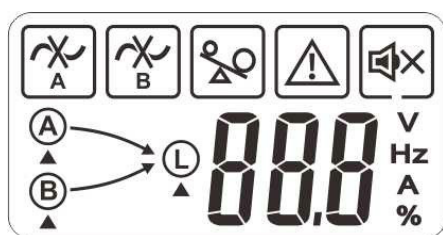
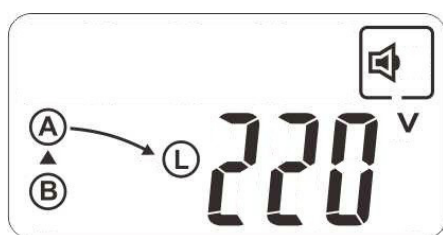
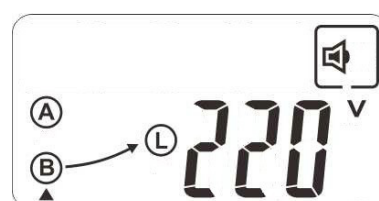

Fig. 7. Pantalla inicial mostrada en los primeros instantes de arranque del equipo.
Fig. 8. Pantalla mostrada después del inicio de la puesta en marcha.
Fig. 10. Pantalla de transferencia sobre entrada B.
- Durante un breve tiempo, la pantalla LCD del panel de control se mostrará como en la Fig. 7, con los tres leds (f), (g) y (h) iluminados y transcurrido este tiempo se mostrará como en la Fig. 8 con los leds (f) de «ENTRADA A» y (g) de «ENTRADA B» alumbrados.
sean normales (dentro de los márgenes predefinidos) y se mostrará en pantalla como la Fig. 10.
- En la Fig. 8 y Fig. 10 se muestran los valores de tensión a modo de ejemplo (220 V en la ilustración).
- En la pantalla LCD del panel de control se puede mostrar los iconos representados en la Fig. 7 y definidos funcionalmente en la Tab. 5.